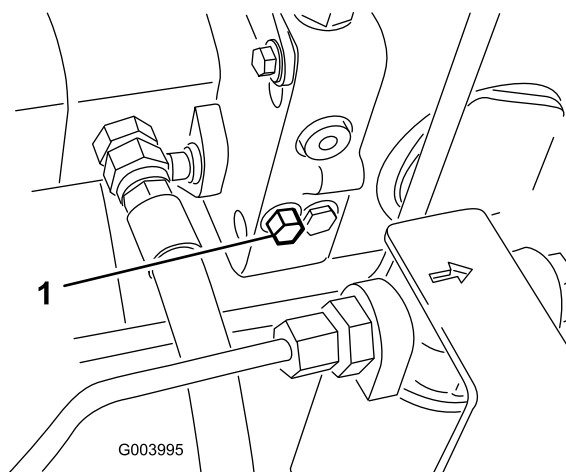

Figure 24
1. La vanne de dérivation est située du côté gauche de l'hydrostat (Figure 24). Tournez le boulon une fois et demie pour ouvrir la vanne et permettre la dérivation interne de l'huile. Il est alors possible de déplacer la machine lentement sans endommager la transmission.